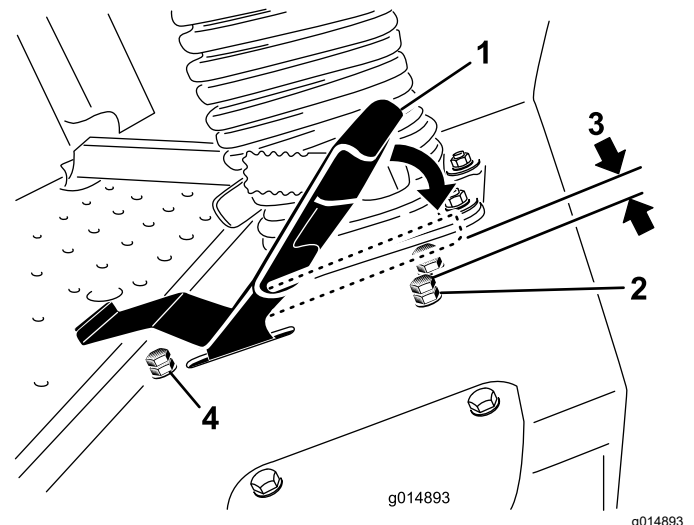

Bild 50
3. Lösen Sie für das Fahrpedal die Klemmmutter an der Anschlagschraube (Bild 50).